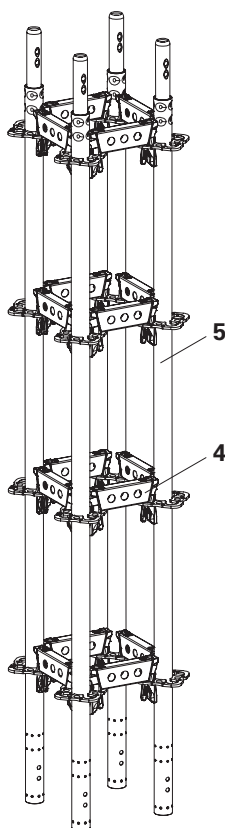

Fig. A1.03
1. Assemblare i montanti UVR-2 (5) e i correnti orizzontali UH-2 25 (4) fino a formare un puntello o un'unità dell'altezza richiesta. Con un colpo deciso di martello da 500 g fissare tutti i cunei (Fig. A1.03).